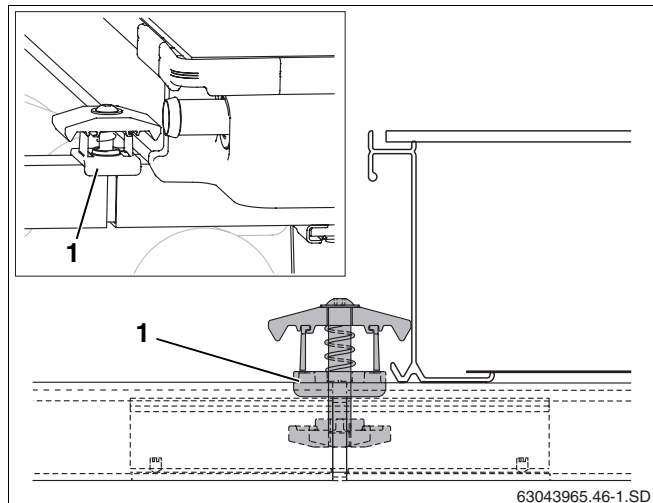

Fig. 45 Montaggio del giunto di collegamento bilaterale per collettore
- Posizionare il giunto di collegamento bilaterale, con il dado davanti, nell'apertura della guida profilata con il giunto ad innesto in maniera tale che il distanziale in plastica (fig. 45, **pos. 1**) faccia presa sulla guida profilata.